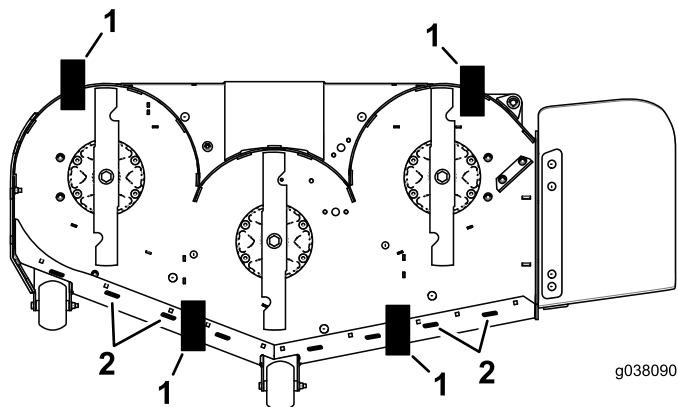

Figura 84
11. Coloque dois calços (ver Tabela de altura do calço e ancinho) debaixo da extremidade traseira da aba da plataforma de corte, um em cada lado da plataforma de corte (**Figura 84**).